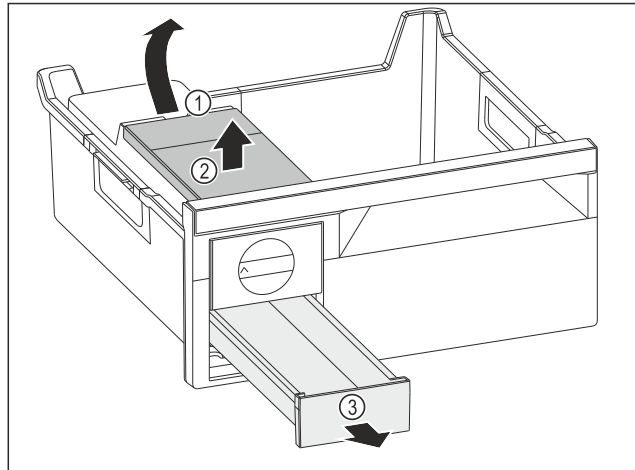

Fig. 135
- ▶ Fjern vanntanken: Løft opp vanntanken i fordypningen Fig. 135 (1).
- ▶ Fjern vanntanken Fig. 135 (2) ovenfra.
- ▶ Fjern isternings-skuff Fig. 135 (3) forfra.